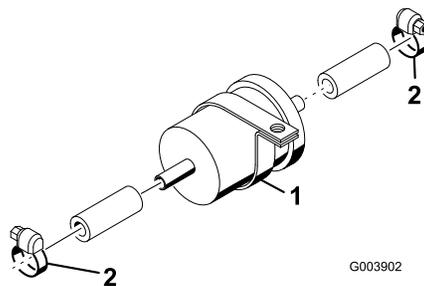

図 56
3. ホースを止めているクランプを外し、プレフィルタを取り出す(図 56)。
5. 新しいフィルタをホースに差し込み、クランプで固定する(図 56)。